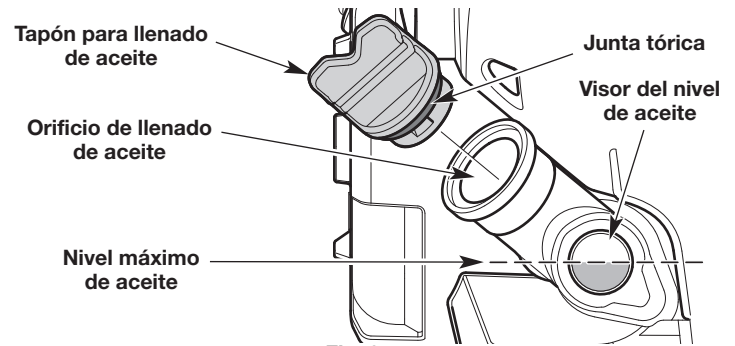

Fig. 35
3. Observe el interior del visor del nivel de aceite; use una linterna si es necesario. **El nivel de aceite debe llenar el visor hasta aproximadamente la mitad** (Fig. 35). Si el nivel de aceite es demasiado bajo, agregue aceite. Consulte *Procedimiento para agregar aceite*.
1. Limpie la zona que rodea el tapón de llenado de aceite (Fig. 35) a fin de evitar que ingresen residuos en el orificio de carga de aceite.
3. Agregue aceite al orificio de llenado de aceite hasta que el nivel de aceite llegue hasta aproximadamente la mitad del visor del nivel de aceite (Fig. 35).
5. Compruebe que la junta tórica esté en su lugar en el tapón de llenado de aceite (Fig. 35).
7. Compruebe que la junta tórica esté en su lugar en el tapón de llenado de aceite (Fig. 35).